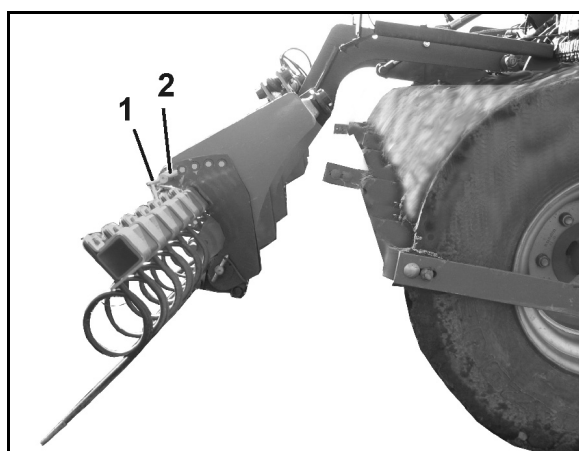

Fig. 42
- d'un recouvreur (Fig. 42)
2. Desserrez la goupille d'arrêt (Fig. 42/1).
3. Insérez l'axe de réglage (Fig. 42/2) dans la position souhaitée.